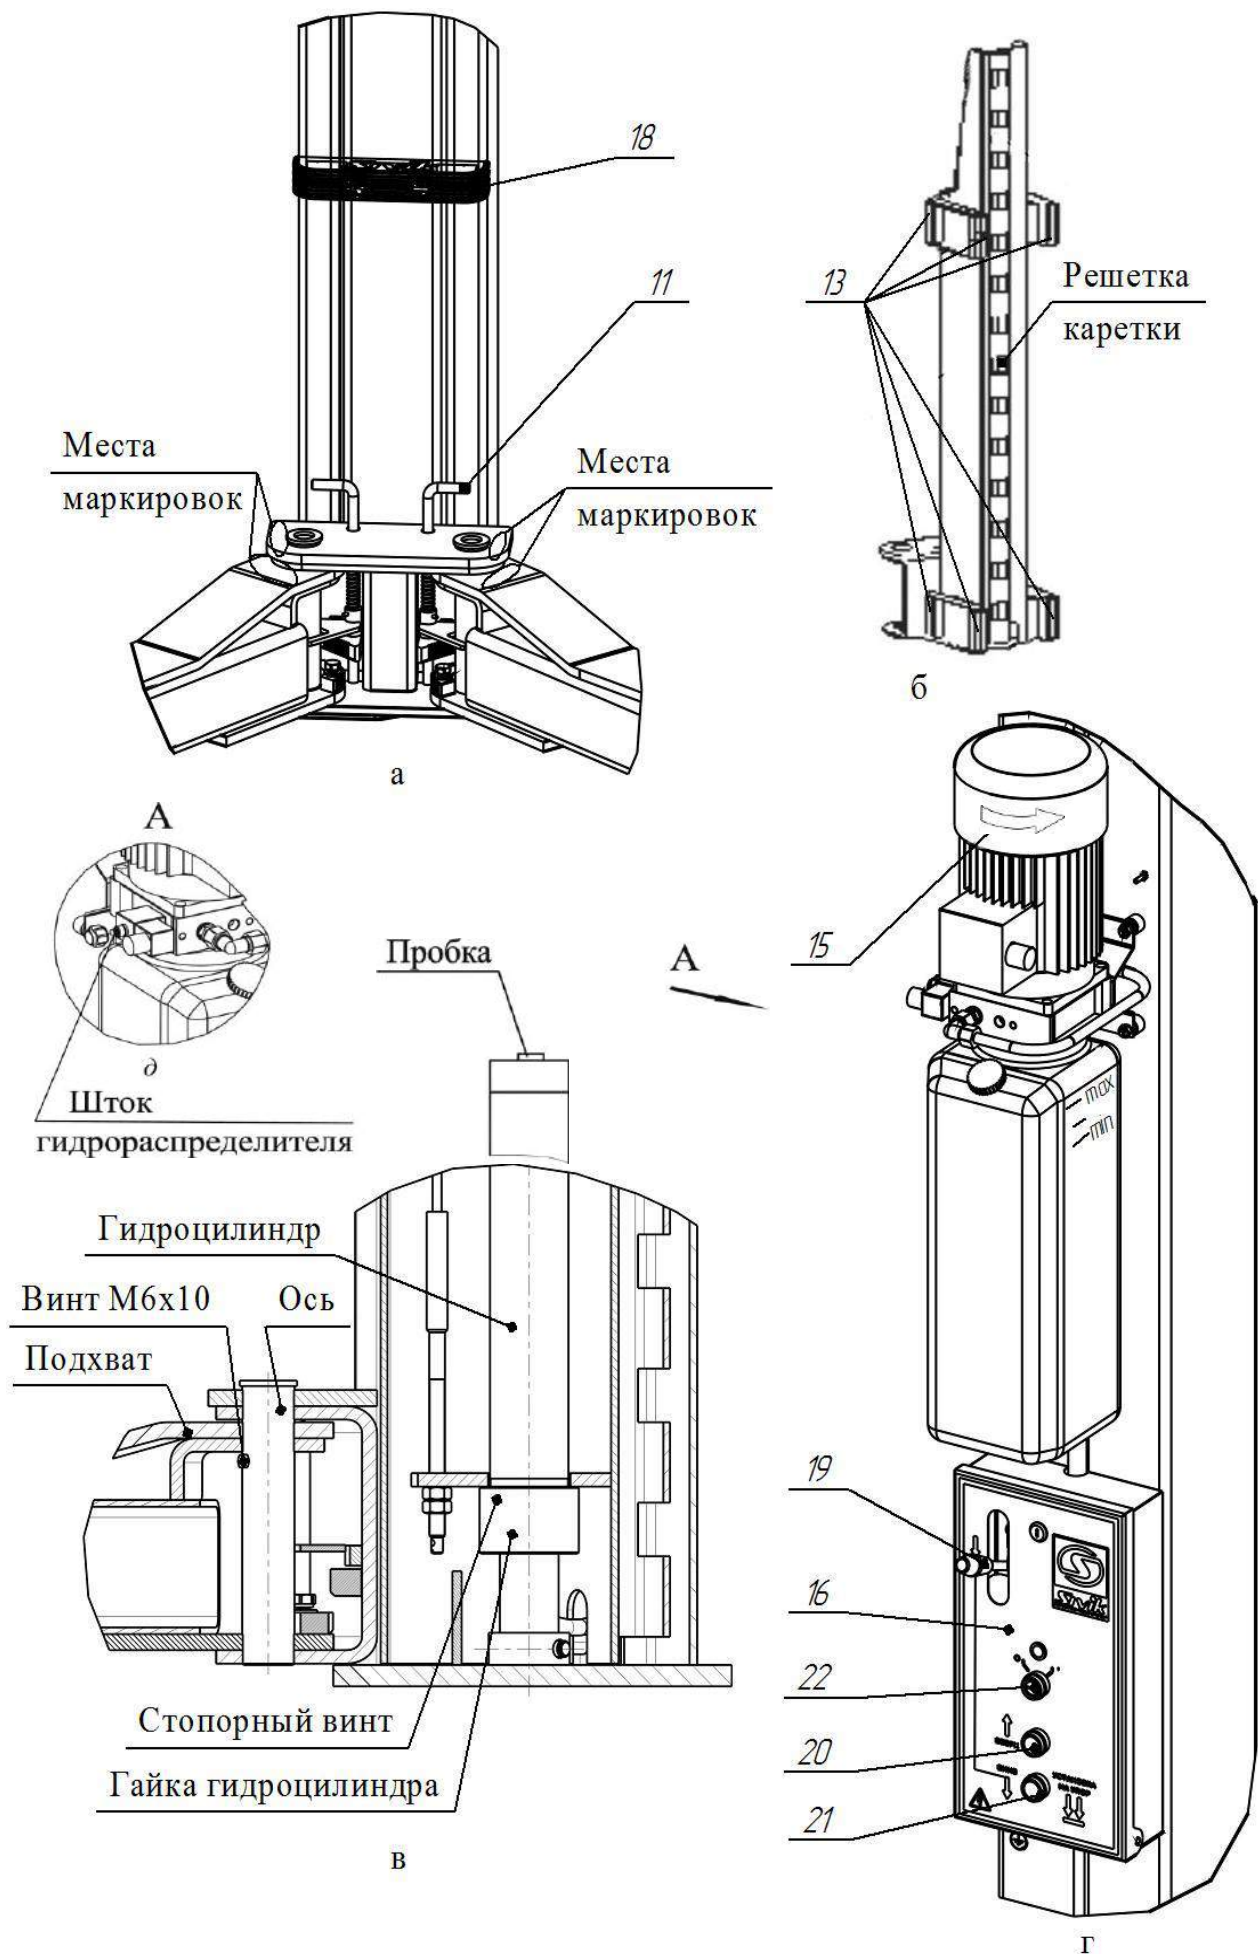

Рисунок 2 – Виды подъёмника
Подъемник (см. рисунок 1) состоит из двух стоек коробчатого сечения - правой 1 и левой 2 с надставками 17 на каждой, соединенных между собой перекладиной 3. В стойках размещены каретки 4 с закрепленными на них поворотными телескопическими подхватами 5 и 6 разной длины. На концах подхватов 5, 6 установлены опоры 7, втулки резьбовые 8, втулки 9, 10, фиксируемые болтом М8х16. Подхваты фиксируются стопорными устройствами 11 (см. рисунок 2а), автоматически срабатывающими при подъеме автомобиля. При опускании кареток 4 в крайнее нижнее положение происходит автоматическое расстопорение подхватов 5 и 6. Каретки 4 приводятся в движение гидравлическими цилиндрами, установленными внутри стоек. Подъемник снабжен системой 12 тросовой синхронизации движения кареток 4.
Каждая каретка 4 (см. рисунок 2б) снабжена полиамидными ползунами 13, скользящими по беговым дорожкам стоек 1 и 2. Каретки фиксируются на требуемой высоте стопорами-защелками 14 (см. рисунок 1), закрепленными на стойках 1,2 и входящими в зацепление с решетками на каретках 4.
На правой стойке (см. рисунок 2г) размещена насосная станция 15 с пультом управления 16. Внутри насосной станции 15 находится клапан предохранительный, предотвращающий перегрузку в гидросистеме. Клапан предохранительный настроен на заданное давление и опломбирован.
Для предотвращения повреждения дверей автомобиля (при открывании) на каретки 4 установлены накладки 18, фиксируемые винтами М8х30, шайбами 8Г и шайбами 8 (см. рисунок 1 и рисунок 2а).
Управление подъемником осуществляется рычагом 19 (см. рисунок 2г) и двумя кнопками 20 и 21, установленными в пульте управления 16. Рычагом 19 осуществляется расстопорение кареток 4, а кнопками 20 и 21, подъем (кнопка 20) и опускание (кнопка 21) кареток 4.
ВНИМАНИЕ! Перед сборкой проверить затяжку гаек гидроцилиндров и стопорных винтов (см. рисунок 2в).
Для того чтобы проверить срабатывание упругой тяги 31, необходимо одному человеку прижать рукой защелку 14 к стойке 2, а другому повернуть рычаг 19 (см. рисунок 2г) вниз. Упругая тяга 31 должна вытянуться на полный ход штока 30.
При повороте рычага 19 вниз (см. рисунок 2г), защелка на левой стойке должна отвестись, так же как отвелась защелка на правой стойке. При повороте рычага 19 вверх (рычаг 19 должен удерживаться в верхнем положении пружиной), защелки на левой и правой стойке должны вернуться в исходное положение. Регулировка проводится выборкой слабины тросика 23 и обжатием петли от вытягивания зажимом 29.
6.9 Открутить пробку бака насосной станции 15 и залить масло (около 12 л) до верхней метки «МАХ» (см. рисунок 2г). Уровень масла контролировать визуально. Установить пробку бака на место.
- кратковременным нажатием на кнопку 20 (двигатель должен работать, вращение крыльчатки по стрелке на кожухе эл. двигателя, а из бака должно убывать масло, см. рисунок 2г).
- отвернуть пробки у каждого гидроцилиндра на один оборот (см. рисунок 2в)
6.13 Подхваты 5, 6 установить согласно маркировки как представлена на рисунке 2а и зафиксировать осями к кареткам 4 стоек (см. рисунок 2в). Оси фиксировать винтами М6х10. Допускается разновысотность подхватов до 10 мм. Убедитесь, что подхваты фиксируются стопорными устройствами 11.